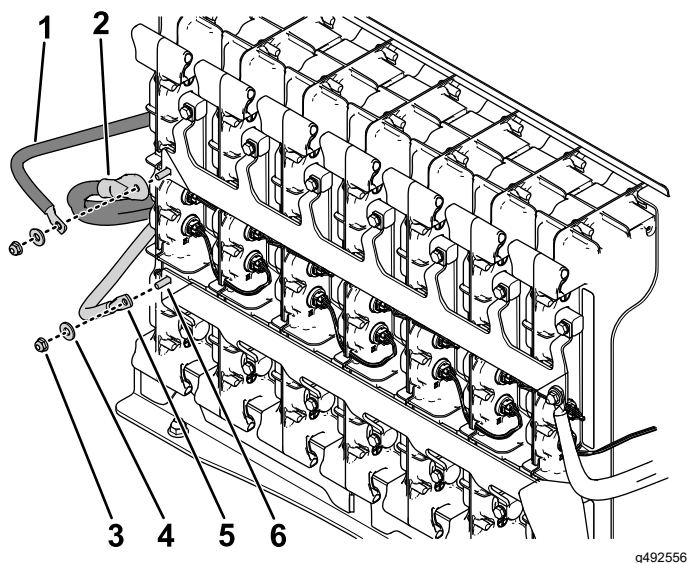

Figura 6
6. Utilize 2 parafusos de carroçaria ($\frac{1}{4}$ pol.), anilhas ($\frac{1}{4}$ pol.), e 2 porcas de bloqueio para ligar os cabos vermelho e preto da bateria aos barramentos do tabuleiro traseiro da bateria, como mostrado na Figura 6.
Nota: O cabo preto da bateria deste kit está instalado na parte superior do cabo preto da bateria existente na máquina, conforme mostrado na Figura 6.